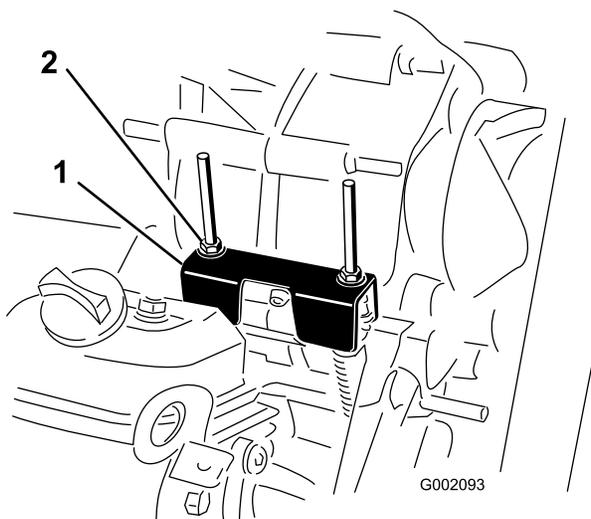

Figure 58
Lors des entretiens courants et/ou des diagnostics du moteur, vous devez placer la boîte-pont au point mort (Figure 58). La position point mort de l'inverseur de marche commande le point mort de la boîte-pont. Procédez comme suit pour vérifier que le point mort de l'inverseur de marche actionne correctement le point mort de la boîte-pont :
2. Vérifiez que la patte de réglage du point mort est à la position point mort (au même niveau que le support de fixation du câble situé sous la patte d'inversion de marche) en tournant l'embrayage (Figure 58).
3. Tournez un des contre-écrous (Figure 58) pour obtenir un espace de 0,762 à 1,524 mm entre le bas de l'écrou/la rondelle et la patte de réglage du point mort.